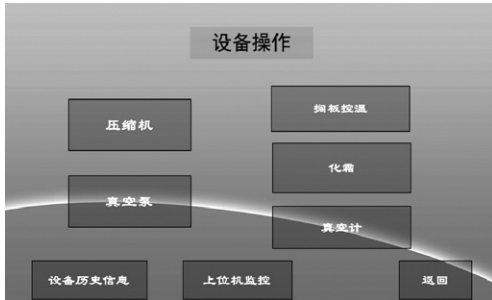

图 3 调试维护界面
2. “调试维护”键：供设备维护人员使用。单击该键，将跳出如图 3 所示的“调试维护屏”。这个为北京四环人员所用。